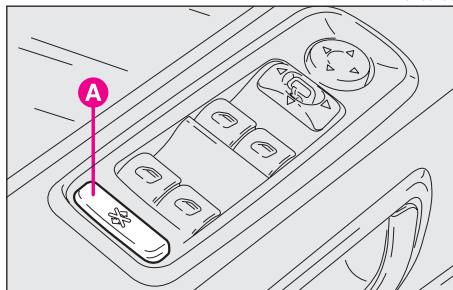

fig. 13
### DESACTIVACIÓN ELÉCTRICA DE LOS MANDOS DE LA SEGUNDA FILA fig. 13
**Cierre:** cierre la puerta y presione el pulsador **A**-fig. 13.